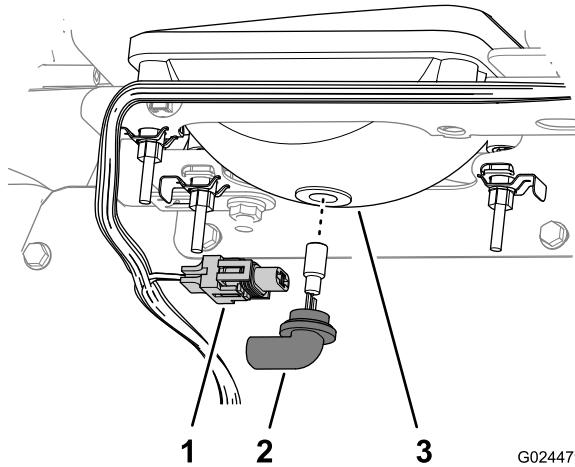

Figura 49
3. Scollegate il connettore elettrico del cablaggio dal connettore del gruppo luci sul retro del vano del faro (Figura 49).
4. Ruotate il gruppo luci di 1/4 giro in senso antiorario spostandolo indietro, fuori dalla sede del vano del faro (Figura 49).
5. Inserite il nuovo gruppo luci e il vano del faro e allineate le linguette nel gruppo luci alle fessure nel vano del faro (Figura 49).
6. Fissate il gruppo luci ruotandolo di 1/4 di giro in senso orario (Figura 49).
7. Collegate il connettore elettrico del cablaggio al connettore del nuovo gruppo luci (Figura 49).